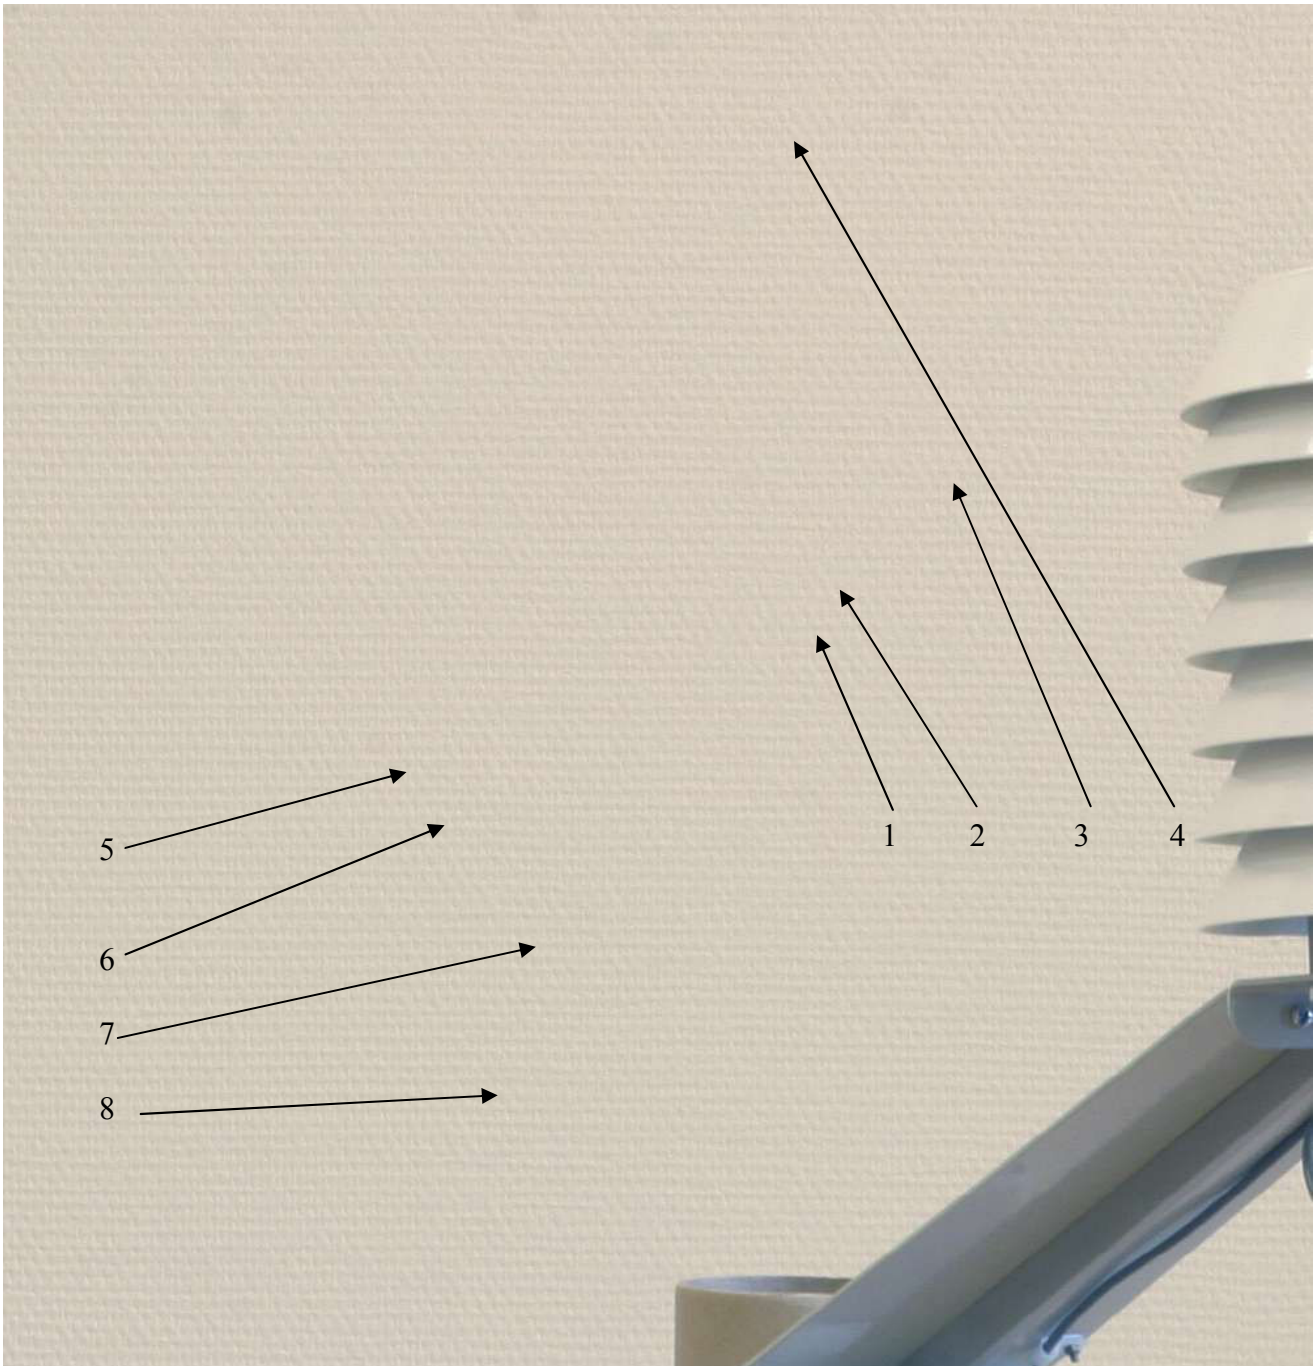
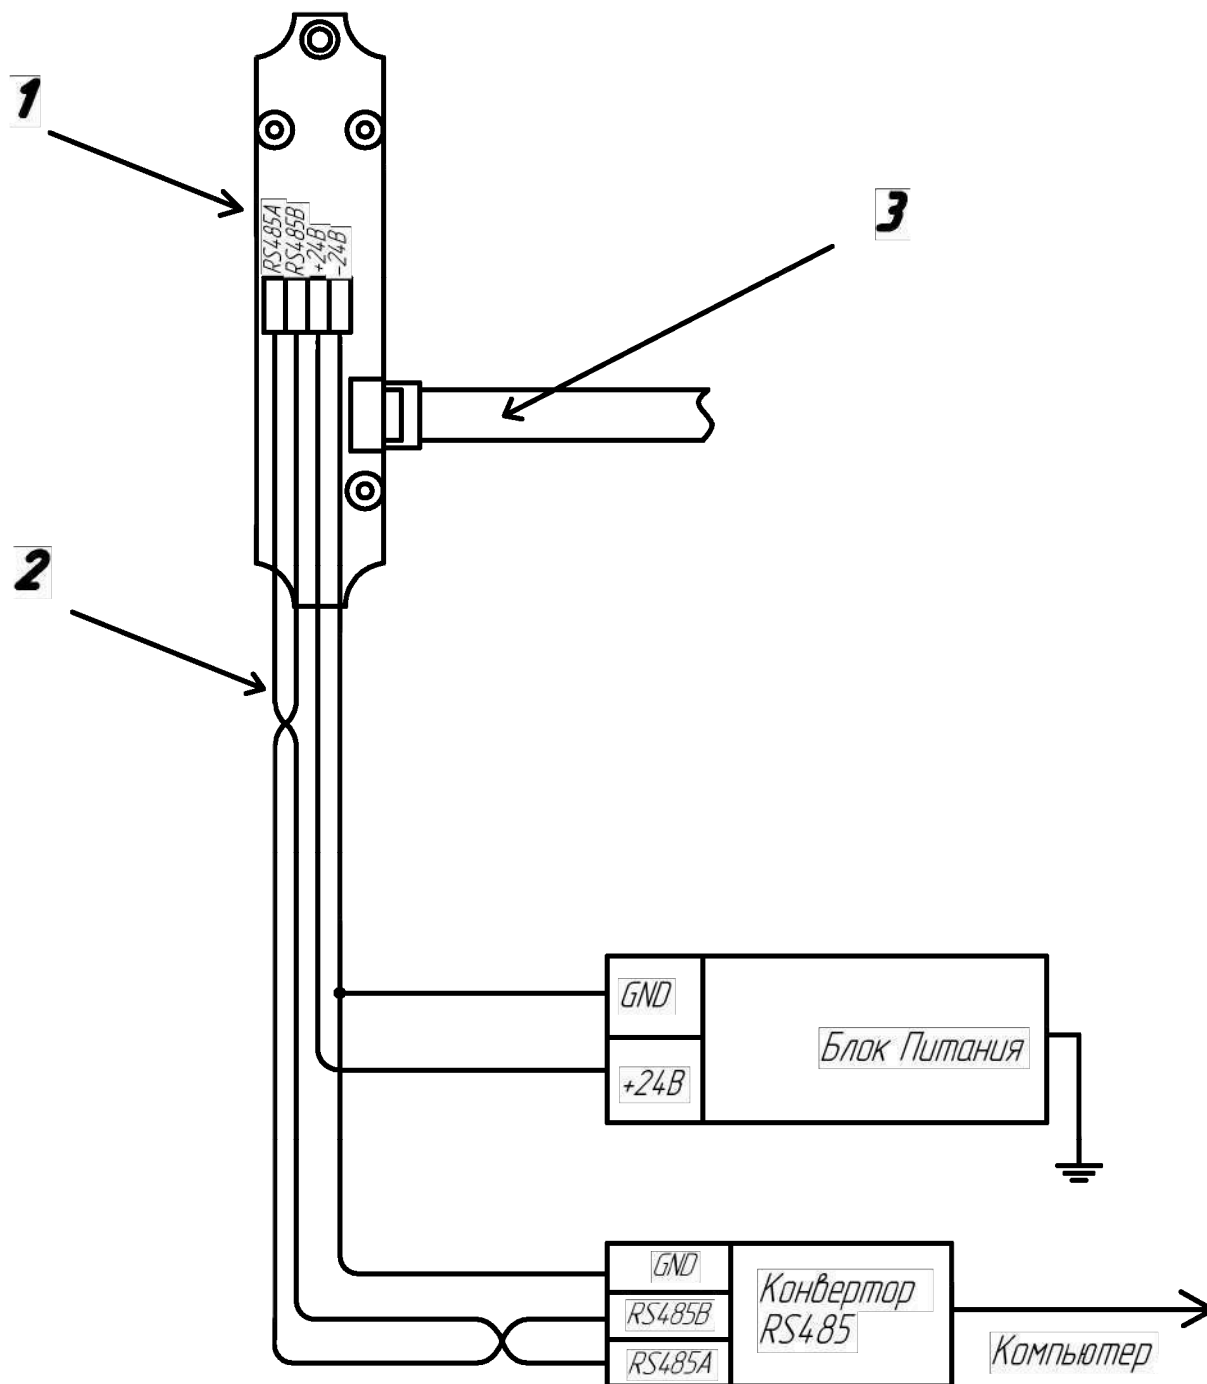
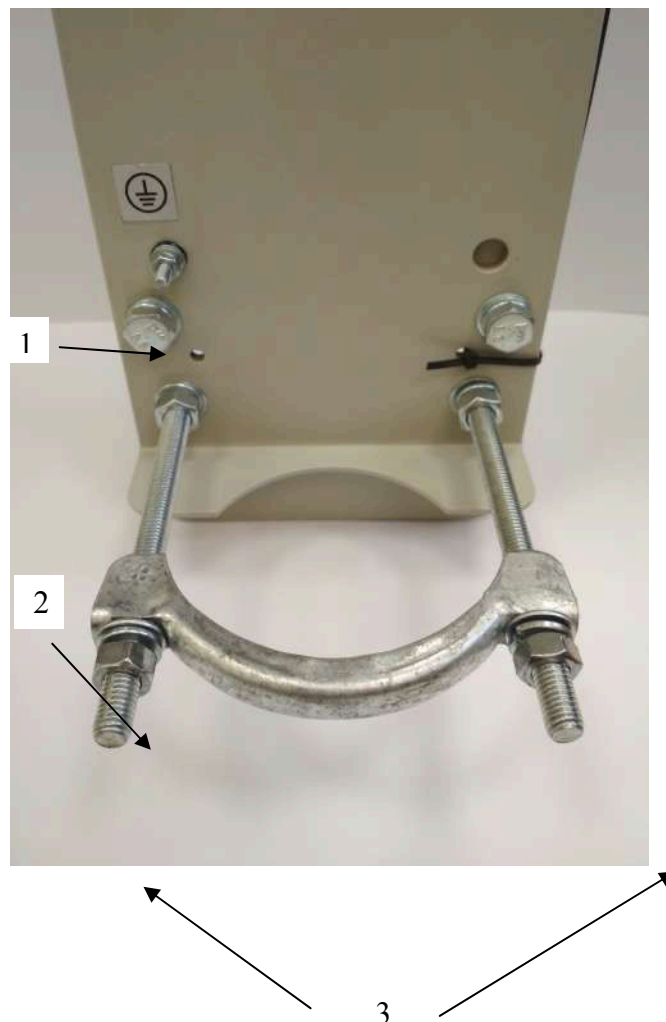

Рисунок 1 - общий вид ИПСЭС-1
Рисунок 2 - Схема соединений ИПСЭС с компьютером
Рисунок 3 - Узел крепления ИПСЭС к мачте
3.1.2 Открутить 4 винта поз.6 рис. 1 и снять крышку МЭ. Отключить соединительный кабель поз. 3 рис. 2 от коммутационной платы поз.1. Вставить кабель поз.2 в кабельный ввод крышки поз. 8 рис. 1, соединить жилы кабеля с установленными в коммутационной плате, на крышке МЭ, клеммными соединителями «+24В», «-24В», «RS485A», «RS485B».
3.1.5 Закрепить ИПСЭС в требуемом месте при помощи креплений поз. 5. Для этого установить скобы так, чтобы они охватывали мачту, установить шайбы и закрутить гайки поз.3. Подключить кабель поз.2 рис. 2 идущего от МЭ к блоку питания и входу конвертора RS485 или метеорологического комплекса на соответствующие клеммы. Соединить клемму заземления поз.1 рис. 3, расположенную с обратной стороны ИПСЭС, с земляным контактом в месте установки ИПСЭС.
- ослабить гайку фиксатора ЩП поз.2 рис. 1 и вынуть ЩП из радиационной защиты;